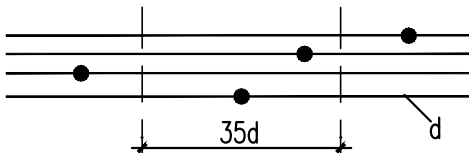

图2a. 机械连接接头面积百分率50%
4.3.7 纵向受力钢筋机械连接接头宜相互错开。钢筋机械连接接头连接区段内的长度为35d (d为连接钢筋的较小直径),凡接头中点位于该连接区段长度内的机械连接接头均属于同一连接区段。当受力较大处设置机械连接接头时:位于同一连接区段内的受拉钢筋接头面积百分率:≤50%(见图2a),纵向受压钢筋的接头面积百分率可不受限制。机械连接的接头性能应符合《钢筋机械连接通用技术规程》JGJ107—2003的?级接头性能;